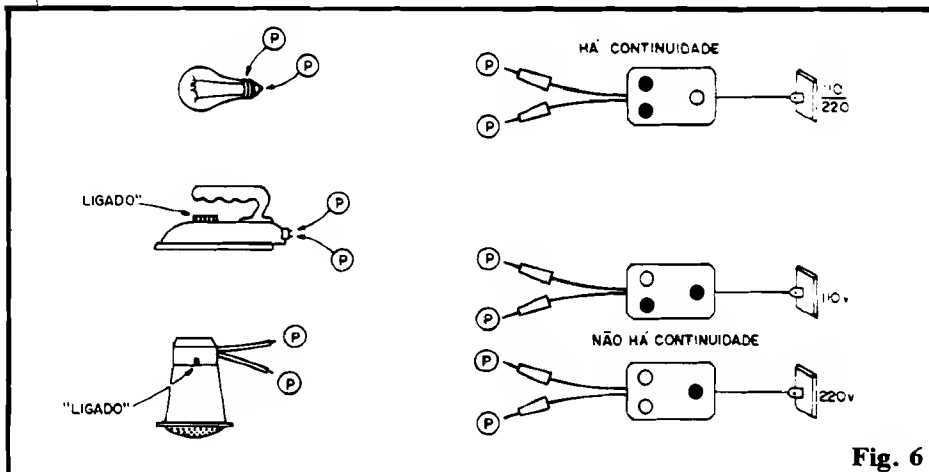

Fig. 6
- **FIG. 6 - VERIFICANDO APARELHOS...** - O diagrama dá três exemplos básicos (e cujas necessidades de verificação realmente ocorrem, com frequência, numa residência...), traduzidos numa lâmpada comum, num ferro de passar roupa e num chuveirinho elétrico ("ducha"). Nos três casos, os pontos (P)-(P) são os locais de aplicação das pontas de prova. O "rabicho" do MULTI-TESTADOR deverá estar ligado a uma tomada da rede local e, no caso do ferro e do chuveirinho, seus interruptores deverão estar posicionados em "ligado". **ATENÇÃO:** tanto a lâmpada, quanto o ferro ou chuveiro, durante o teste, devem estar **desconectados** da rede, pelas suas ligações originais! O único **interface** "permitido" com a rede, nos testes, é o próprio MULTI-TEST-
ma! Notem que o MULTI-TESTADOR (na configuração sugerida na fig. 6) também pode ser usado para a prova individual de continuidade nos fusíveis... Para tanto, estes devem **obrigatoriamente** ser removidos dos seus suportes/soquetes, efetuando-se o teste da mesma maneira como faríamos com a lâmpada (primeiro item da fig. 6).